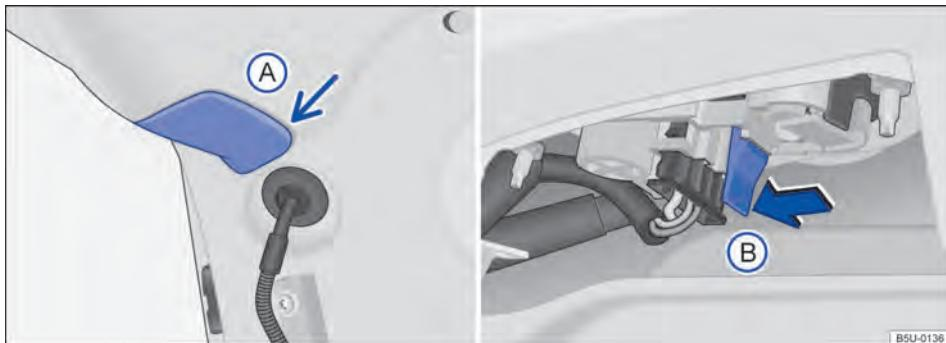

Fig. 159 Na tampa traseira: remover a cobertura e suporte das lâmpadas.
- ① Observar a lista de controle e executar as ações → Página 194.
- ② Abrir a tampa traseira → Página 63.
- ③ Com o auxílio de uma chave de fenda, remover cuidadosamente a cobertura **A** → Fig. 159 na tampa.
- ④ Para destravar o suporte das lâmpadas, pressionar a lingueta de travamento **B** → Fig. 159 e puxar o suporte das lâmpadas para fora.